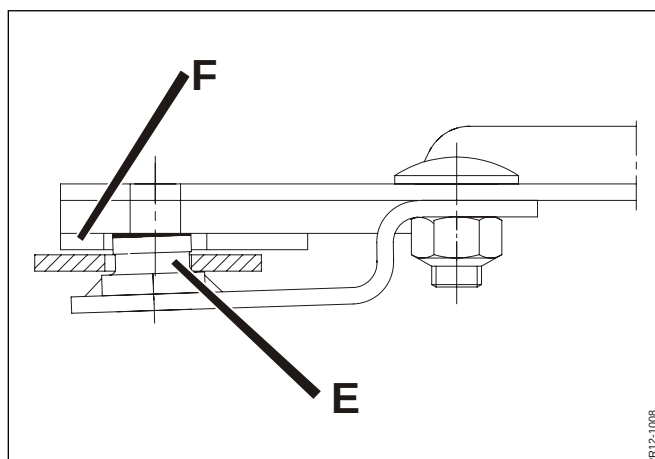

Fig. 5-23
- Fig. 5-23** - Der ikke er urenheder mellem knivtappens og skivens anlægsflader, og det sikres at knivholderens tap **E** har et korrekt anlæg mod underkant af skiven **F**.